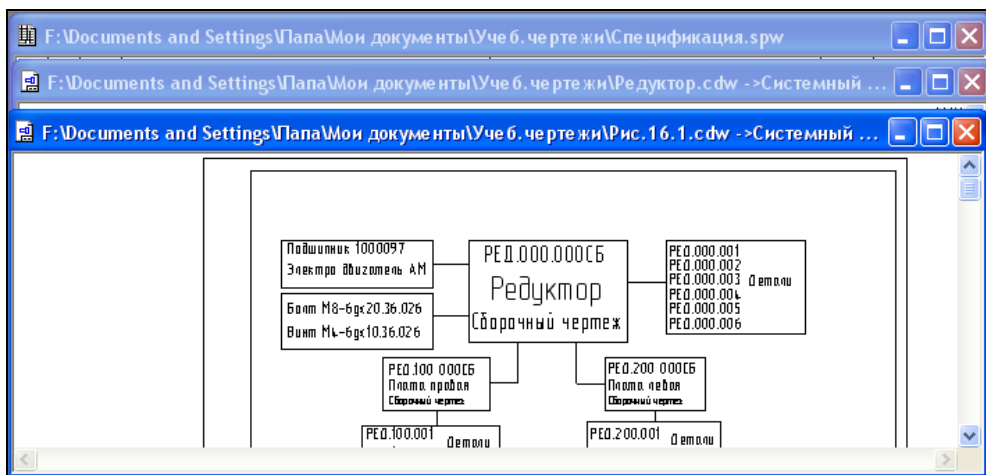

Рис. 14.28. Расположение документов на экране способом **Каскад**
- ◆ **Каскад** — при щелчке ЛК мыши по данному пункту все открытые окна система в графическом окне расположит каскадом, т. е. друг за другом уступом, так, что за первым окном (активным) видны только заголовки остальных (рис. 14.28). Причем активизация любого чертежа осуществляется щелчком ЛК мыши;